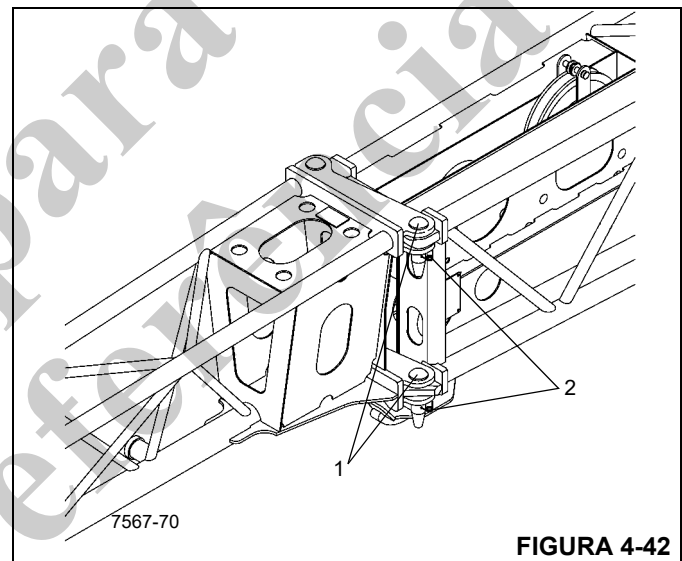

FIGURA 4-42
20. Usando o cabo de apoio (Figura 4-42) para manter o controle, gire a extensão de 23 pés (7 m) para a posição elevada.
22. Remova os grampos de retenção e os pinos (Figura 4-42) do suporte. Instale os pinos (1) nos olhais de conexão e prenda com grampos de retenção (2).